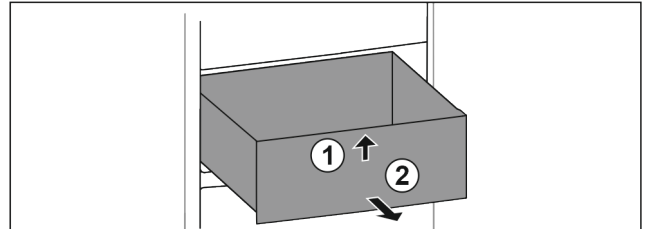

Fig. 28
- ▶ Levante el cajón por delante. Fig. 28 (1)
- ▶ Extraiga el cajón hacia delante. Fig. 28 (2)